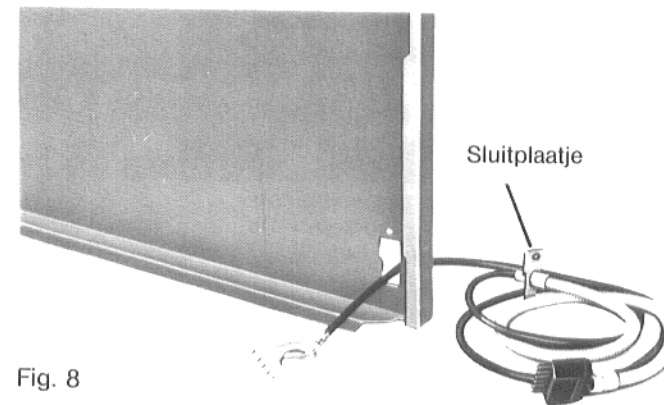

Fig. 8
De branderkabel (17) zodanig in de rechter zijplaat (9) steken, dat het sluitplaatje op deze plaat kan worden vastgeschroefd (fig. 8).